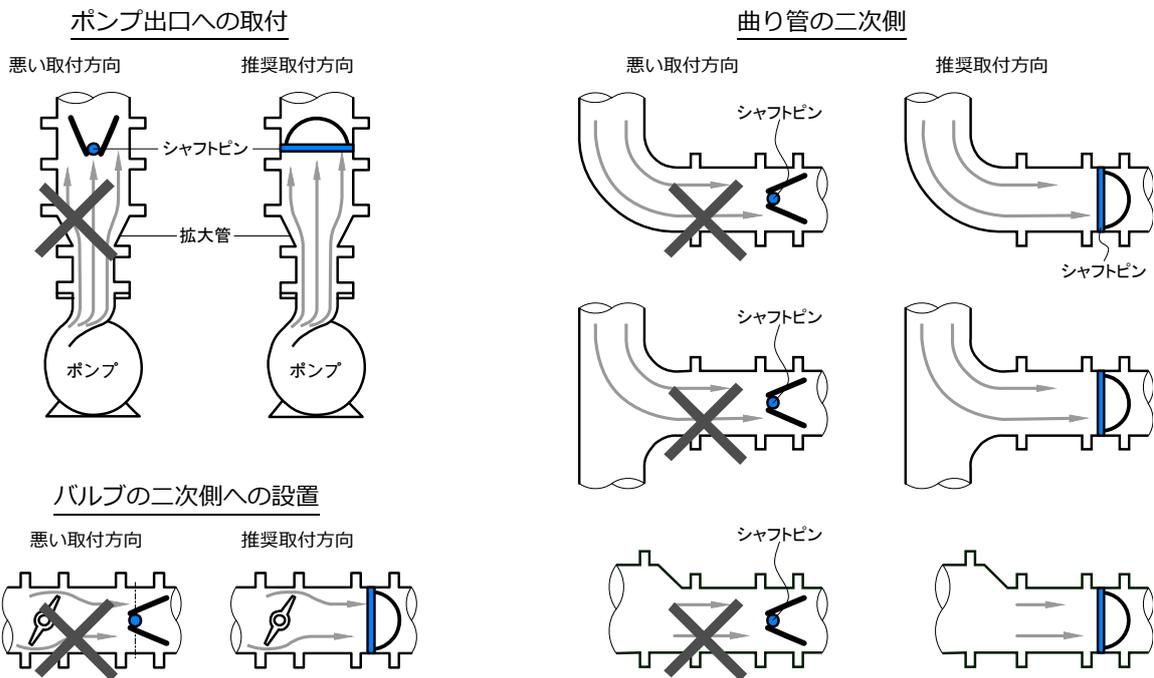
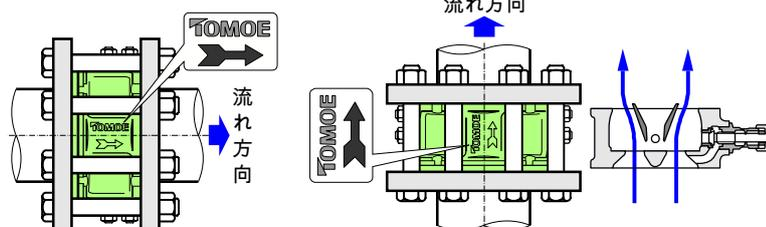
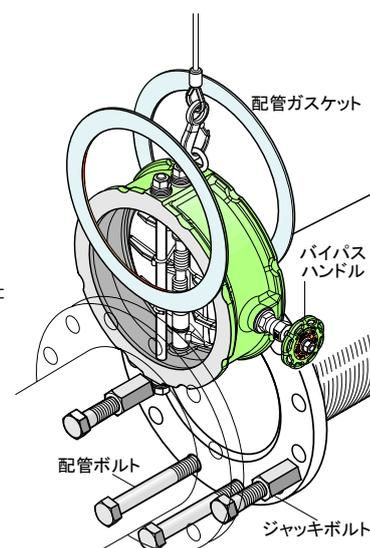

図 3-1
図9
図10
- ④ 図 3-1 のように本製品のシャフトピンに対して左右均等な流速となるような姿勢に配管してください。配管姿勢は図 3-1, 3-2 に加えて 1.3 項(p3) をご確認ください。
- ⑧ 本製品に乗ることや、打撃による挿入は行わないでください。
- ⑨ ゴムシートには溶剤が付着しないようにしてください、EPDM には油も付着しないように注意してください、油分の付着によりゴムが膨潤して破損する恐れがあります。
- ① 本製品を配管した状態での溶接は絶対に行わないでください。また配管フランジの溶接後すぐに本製品を取り付けた場合、ゴムシートやOリングが熱損傷し重大な影響が発生します。素手で触れる程度まで温度が低下してから溶接スパッタやバリを取り除いて配管してください。
- ② 図9のように流体の流れ方向と本製品の矢印方向が一致するように配管してください。水平配管の場合は図10のようにバイパスハンドル軸が水平となる向きに配管してください。他の配管方向制約は3.3.1項 図3-1(P7) に従ってください。
- ③ 水平配管の場合、下部の2か所(図10)に配管ボルトを差込み、本製品の落ち止めをしてください。
- ④ ジャッキボルトを図10のように2個セットし、フランジ間の距離を拡大してください。フランジ間距離はバルブ面間より8~12mm程度押し広げた状態にしてください。(面間寸法は7項(P15)を参照してください)
- ⑤ 流れ方向と本製品本体の矢印を再確認の上、本製品のフランジ面を損なわないように挿入します。フランジ間に無理に押し込むとシール面が傷つき、漏れの原因となります。(図10)